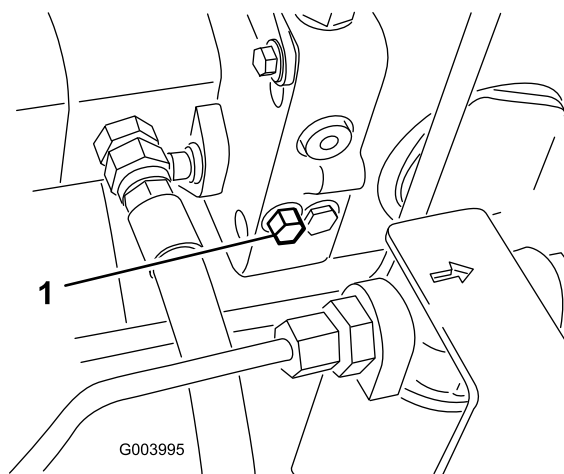

図 42
1. バイパス・バルブはไฮドロスタットの左側にある (図 42)。バイパス・バルブを右または左1~1.5回転させると内部でバイパスが形成される。これにより、トランスミッションを破損することなく、機械を押して低速で移動できるようになる。